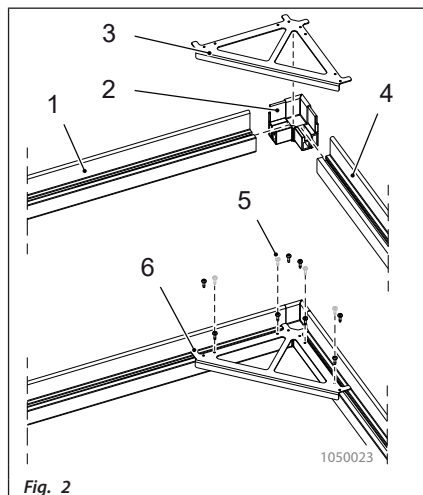

Fig. 2
2. Stecken Sie die Rahmenprofile (Fig. 2/1 und 4) bis zum Anschlag in die Eckelemente (Fig. 2/2) ein.
Hinweis: Liegen alle vier Stege (Fig. 2/6) des Stabilisierungswinkels an den Innenseiten der Profile (Fig. 2/1 und 6) an, sind die Elemente rechtwinklig ausgerichtet.
4. Schrauben Sie die Stabilisierungswinkel (Fig. 2/3) in jeder Ecke mit zwei Schrauben (Fig. 2/5) fest und kontrollieren Sie erneut, ob alle Elemente rechtwinklig ausgerichtet sind.